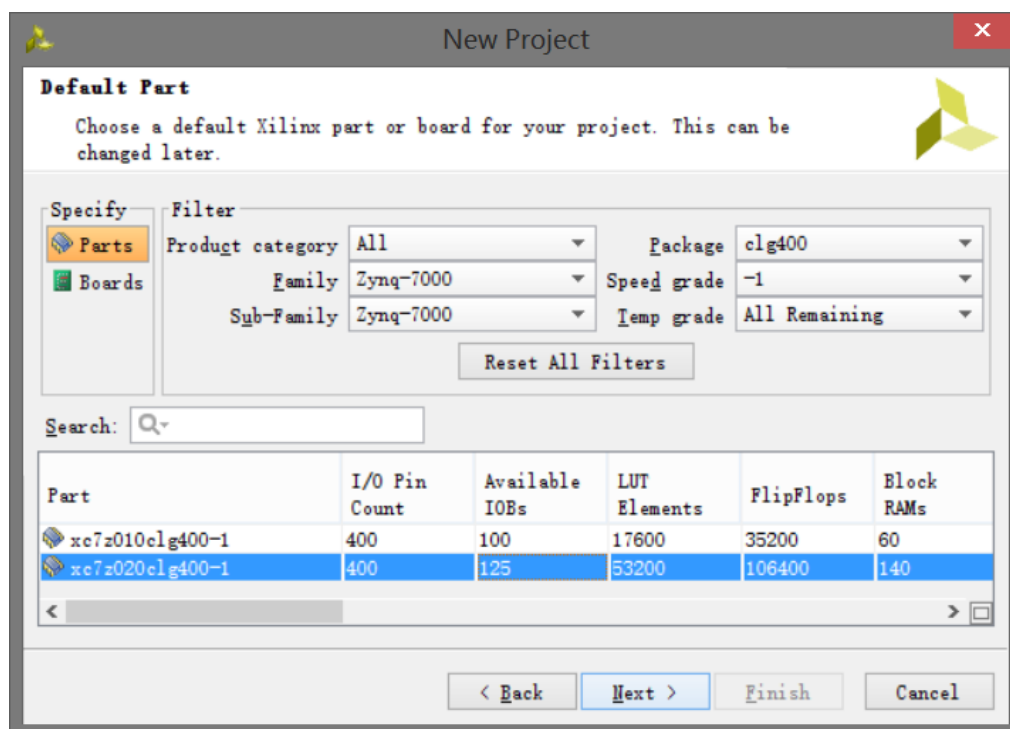

图 4-2-14 器件选型
- (4) 选择项目类型表单的 RTL Project 选项，不要勾选 Do not specify sources at this time 复选框以便添加源文件，然后单击 Next；
- (5) 使用下拉按钮，选中 Verilog 作为目标文件和仿真语言；
- (6) 点击添加 Add Files 按钮，浏览到刚刚我们 Robei 项目的目录下打开 Verilog 文件夹，选择 qadd.v，单击 Open，然后单击 Next 去添加现有的 IP 模型；
- (7) 由于我们没有任何的 IP 添加，单击 Next 去添加约束形成；
- (8) 在添加约束文件界面，点击 Add Files，找到并选择刚才生成的 constrain 文件夹下的 qadd_constrain.xdc 文件，并点击确定；
- (9) 在器件选择窗口中，按照图 4-2-14 所示设置 Filer 中的选项，然后在 Parts 中选择 XC7Z010CLG400-1，单击 Next；
- (10) 单击 Finish，本 Vivado 项目创建成功。